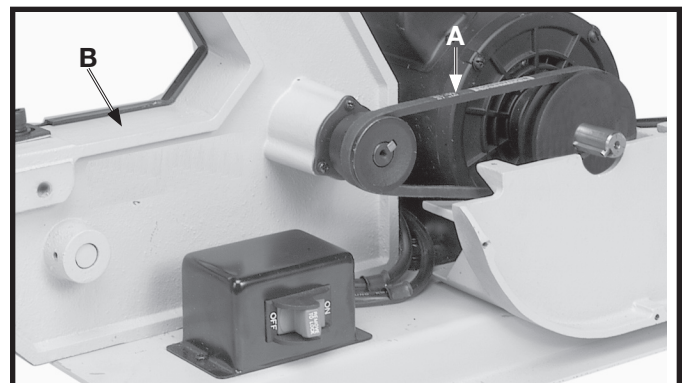

Fig. 4
2. Ensamble la correa de marcha (A) Fig. 4 a las dos poleas, como se ilustra aquí.
3. Deslice el conjunto del marco de la lijadora (B) Fig. 4 hacia adelante hasta que exista en la correa (A) una deflexión de aproximadamente 1/4 a 1/2 pulgada en el tramo central entre las poleas, utilizando presión ligera con los dedos.